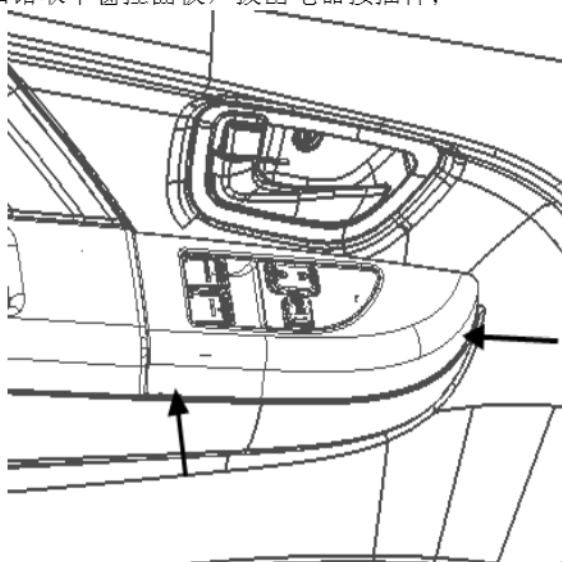

图 1-16-4 左前门窗孔面板的拆卸
(2) 沿图 1-16-4 所示方向用卡扣钳取下窗控面板，拔出电器接插件；